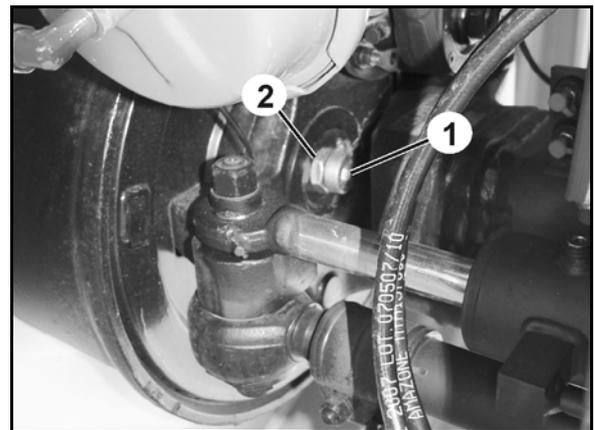

Fig. 48
2. Apretar los tornillos de tope (Fig. 48/1) del tambor del freno y asegurarlos con una contratuerca (Fig. 48/2).